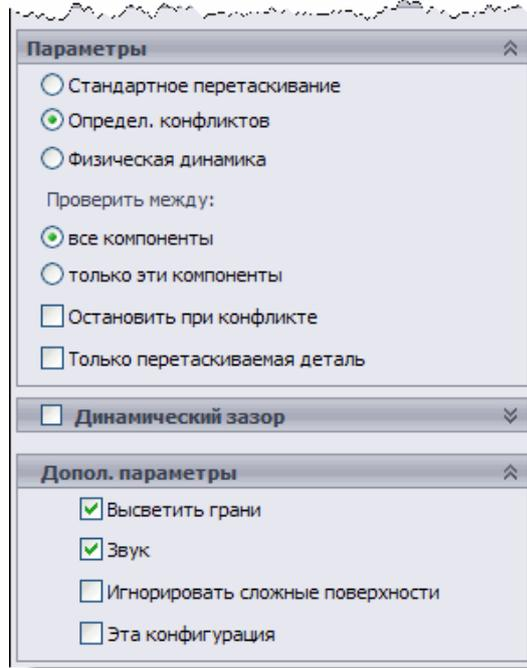

Рис. 11.72 Фрагмент Менеджера свойств при выборе параметра *Определение конфликтов*
2. В *Менеджере свойств (Property Manager)* в панели **Параметры** выберите раздел **Определение конфликтов** (рис.11.72). Панель **Параметры** изменит свой вид, заметно расширив набор определений для выполнения данной операции.